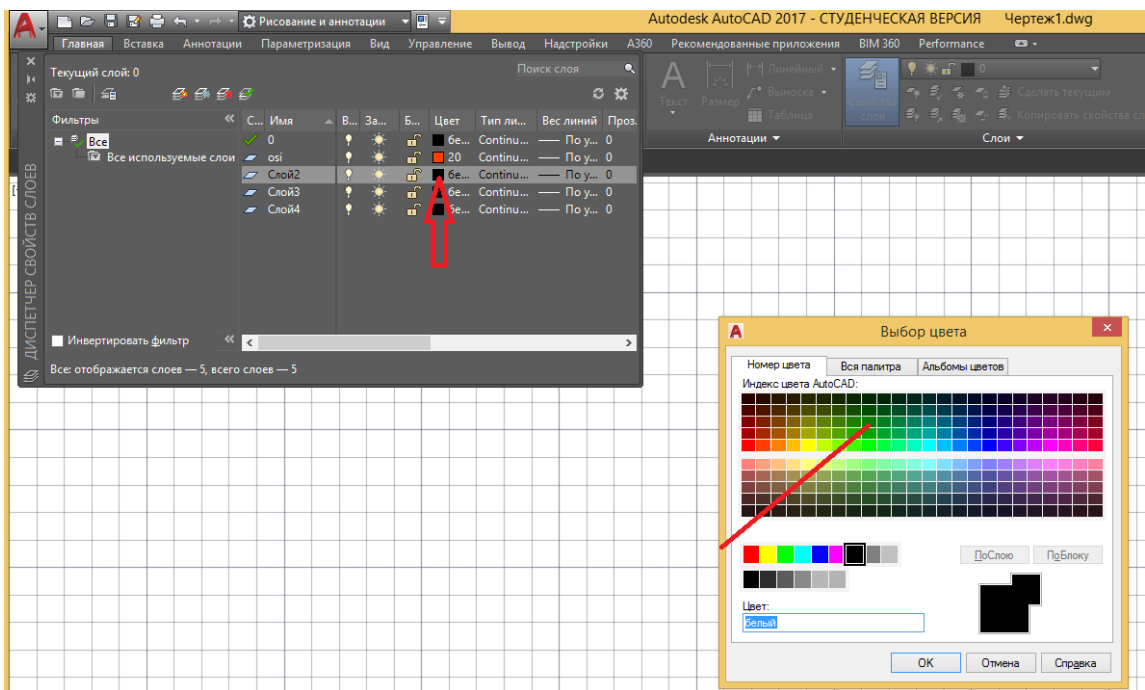

Рис. 2.10. Добавление нового слоя во вкладке свойства слоя.
- Активируется диалоговое окно добавления нового слоя, (рис.2.10). Создадим слой, перечисленные в таблице 1.
- Для изменения цвета щелкните на названии в колонке Цвет. Активируется диалоговое окно Выбор цвета (рис.2.10).